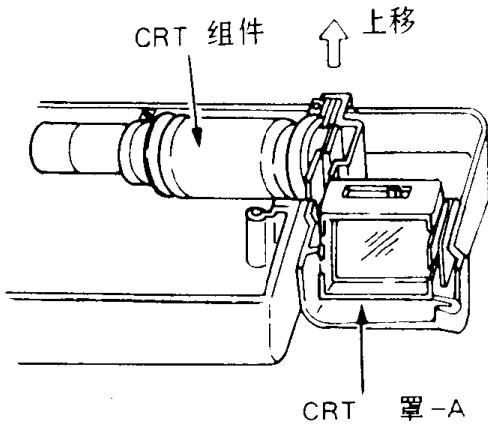

图 2-22
- (3) 提起 CRT 组件, 如图 2-22 所示, 然后将它从 CRT 罩 A 上取下。